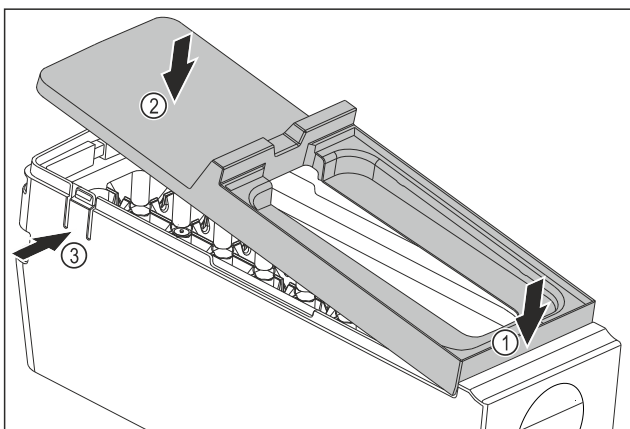

Fig. 114
- ▶ Monter dekelet til hoveddelen til EasyTwist-Ice: Fest dekelet foran. Fig. 114 (1)
- ▶ Senk dekelet bak. Fig. 114 (2)
- ▷ Dekselet går hørbart i inngrep i begge tappene Fig. 114 (3).